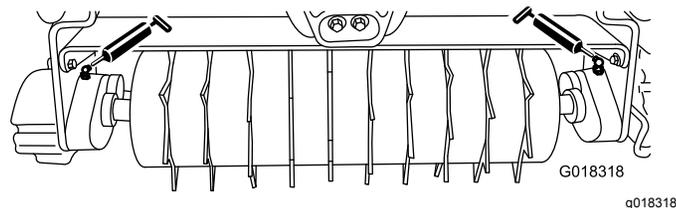

Figure 6
Lubrifiez les 2 graisseurs (Figure 6) situés sur chaque unité d'aération toutes les 15 heures d'utilisation avec de la graisse universelle au lithium n° 2. Pour obtenir des résultats optimaux, utilisez une pompe à graisse manuelle.
2. Injectez de la graisse dans les roulements d'arbre jusqu'à ce que vous ressentiez une pression (Figure 6).